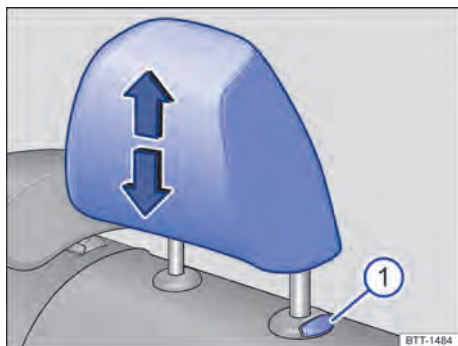

Fig. 74 Segunda fileira de bancos: remover o apoio para cabeça.
- Retirar totalmente o apoio para cabeça com o botão → Fig. 74  pressionado.